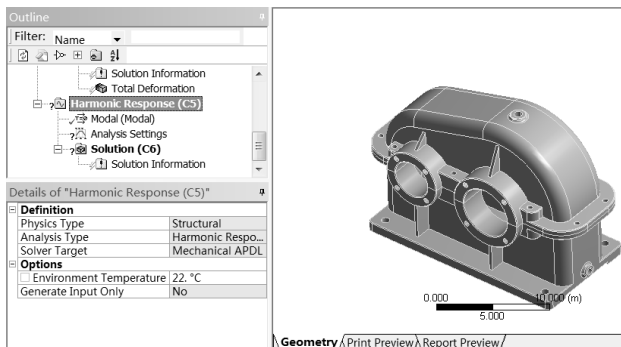

图 7-45 Mechanical 界面
Step1：双击主界面项目管理区项目 C 中的 C5 栏 Setup 选项，进入如图 7-45 所示 Mechanical 界面。在该界面下即可进行网格的划分、分析设置、结果观察等操作。